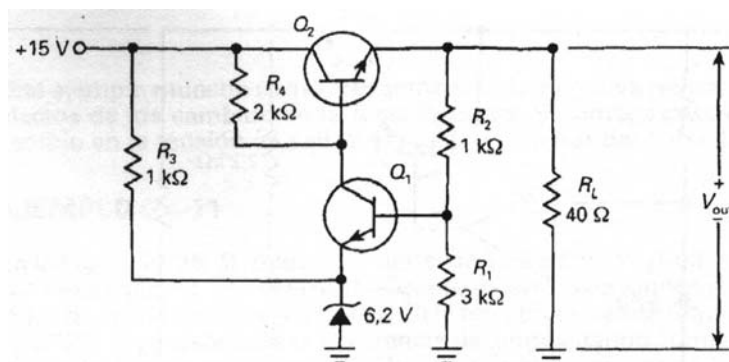

figura 11 - Exemplo
1. Calcular a tensão de saída aproximada da figura 11